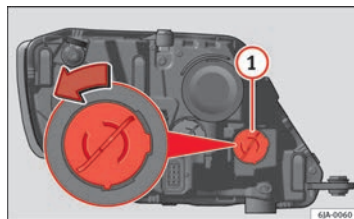

Fig. 151 Cambio de lámpara para la luz intermitente
- Gire el portalámparas ⇒ fig. 151 (1) en sentido antihorario y retírelo.